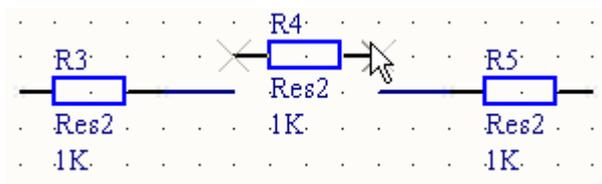

图 3-46 元件的拖动
- **【Move】拖动**：元件的拖动与拖拽类似，只不过移动时不再保持原先的电气关系，如图 3-46。可以在**【Schematic Performances】**的**【Graphical Editing】**里面设置系统默认鼠标按住器件移动是拖动还是拖拽，具体的设置可参考第 2-2-3 节。